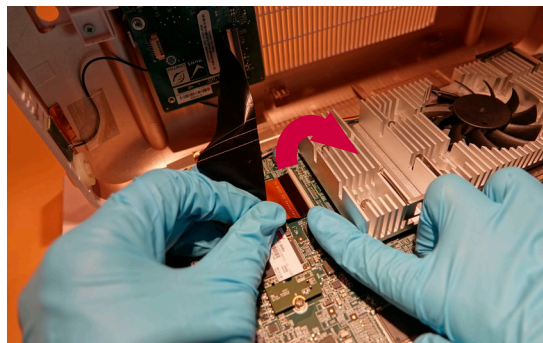

Figura 11 Deconectați cablul FPC.
j) Deconectați cablul FPC (Figura 11)